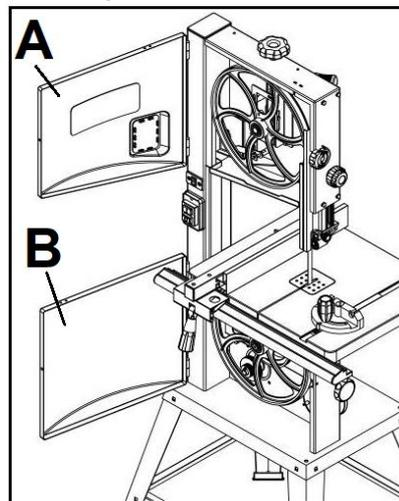
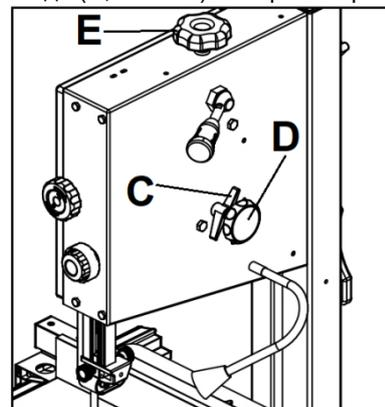
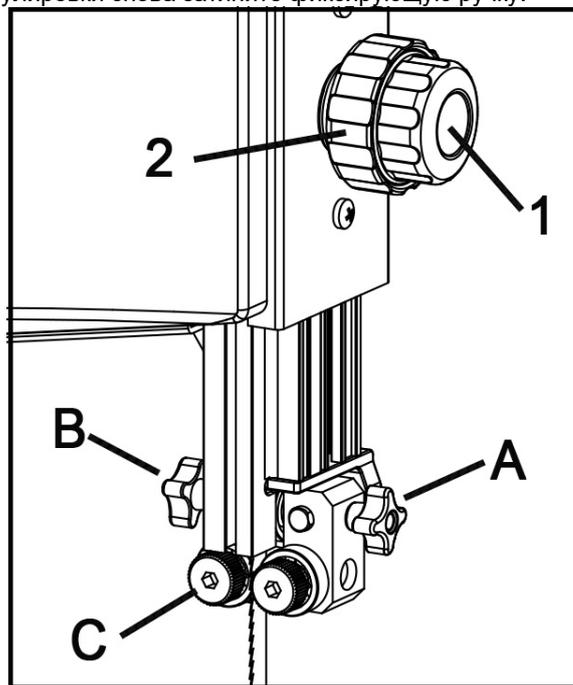

Рисунок 14
Рисунок 15
Рисунок 17
Если пильная лента не движется по центру резинового обода, ход ее необходимо откорректировать, отрегулировав наклон верхнего шкива пильной ленты. Откройте верхнюю и нижнюю дверцы (A, B, Рис. 14). Ослабьте ручку фиксатора регулировки хода, вручную вращайте верхний шкив, не касаясь пильной ленты. Поверните ручку регулировки (D, Рис. 15) по часовой стрелке или против часовой стрелки до тех пор, пока пильная лента не будет двигаться по центру резинового обода.
После регулировки снова затяните ручку фиксатора регулировки хода (C, Рис. 15) и закройте крышку.
МЕДЛЕННО поверните ручку регулировки хода (D, Рис. 15), одновременно вращая верхний шкив. Поворот ручки регулировки хода по часовой стрелке (если смотреть с
- Поворачивая ручку регулировки (E, Рис. 15) по часовой стрелке, можно увеличить натяжение пильной ленты.
- Поворачивая ручку регулировки (E, Рис. 15) против часовой стрелки, можно ослабить натяжение пильной ленты.
Установите верхнюю направляющую пильной ленты с помощью ручки регулировки (2, Рис. 17) на желаемую высоту, ослабив фиксирующую ручку (1, Рис. 17). После регулировки снова затяните фиксирующую ручку.
- Ослабьте ручку (A) и отрегулируйте подшипниковый узел так, чтобы боковые подшипники располагались на расстоянии 1-2 мм от впадины зуба полотна (изогнутая область в основании зуба). Снова затяните ручку (A, Рис. 17).
- Ослабьте ручку (B, Рис. 15) и установите упорный подшипник в положение 0,4 мм от задней кромки ленты. Снова затяните ручку (B, Рис.17).
- Ослабьте болт (C, Рис. 17) и отрегулируйте боковые направляющие подшипники в положение 0,1-0,2 мм от ленты. Снова затяните болт (C).